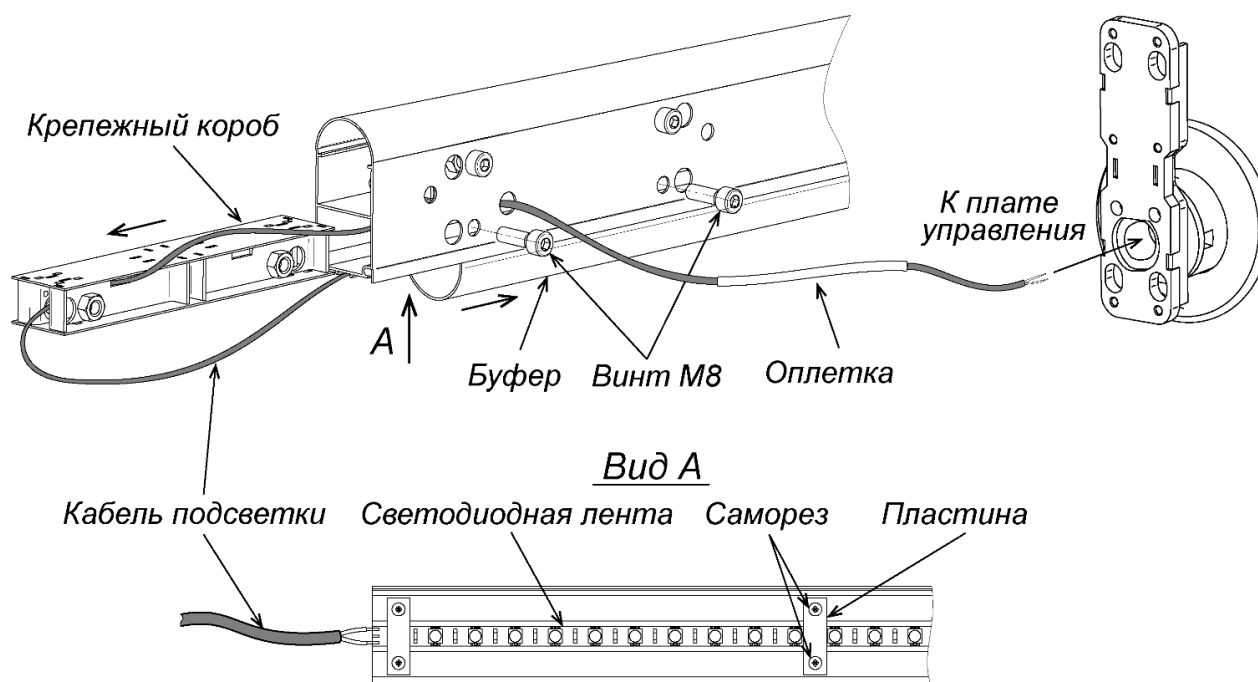
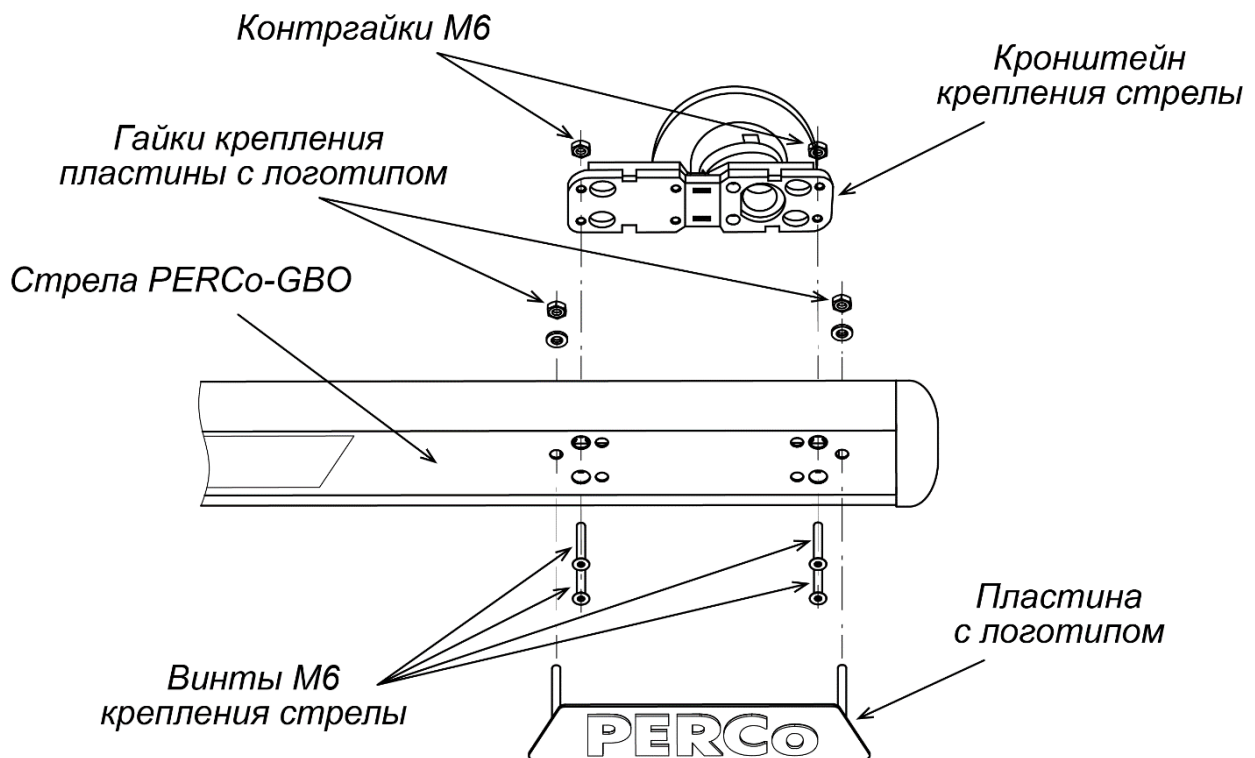

Рисунок 15. Монтаж подсветки стрелы PERCo-GBO
Рисунок 16. Монтаж стрелы PERCo-GBO
Для предохранения механизма шлагбаума от сильного горизонтального воздействия на стрелу (наезда) в ее конструкции предусмотрены саморазрушающиеся пластиковые элементы. Это могут быть либо пластиковые предохранители, установленные на крепежном коробе стрелы GBO или переходной пластине стрелы GBR (см. рис. 15 и 16), либо в качестве предохранителей могут использоваться пластиковые винты М6 вместо металлических для крепления стрелы. Для замены поврежденных при наезде элементов в комплекте стрелы имеется их запас.
4. Проденьте провода светодиодной ленты 12В внутрь крепежного короба и через стрелу, как показано на рис. 15. вставьте короб обратно внутрь стрелы. Аккуратно, не повредив их, вытяните провода подсветки из отверстия в стреле и проверьте их укладку в стреле.
6. Установите в отверстие кронштейна стрелы предохраняющую оплетку, входящую в комплект поставки стрелы, как показано на рис. 15. Внутри оплетки заведите провода подсветки и установите стрелу на кронштейн (см. разд. 8.5.3). Произведите подключение проводов подсветки стрелы к контактам +12V – BOOM контактной колодки X11 согласно схеме на рис. 25, соблюдая полярность.
Для предохранения механизма шлагбаума от сильного горизонтального воздействия на стрелу (наезда) в ее конструкции предусмотрены саморазрушающиеся пластиковые элементы. Это могут быть либо пластиковые предохранители, установленные на крепежном коробе, либо в качестве предохранителей могут использоваться пластиковые винты М6 вместо металлических для крепления стрелы (см. рис. 16). Для замены поврежденных при наезде элементов (запасные идут в комплекте стрелы) необходимо будет вынуть крепежный короб из стрелы (см. рис. 15).
При помощи четырех потайных винтов М6 установите стрелу на кронштейн крепления стрелы шлагбаума (**используйте динамометрический ключ, момент затяжки – не более 1 Нм**), после чего вставьте декоративную пластину с логотипом в отверстия стрелы и зафиксируйте ее гайками (см. рис. 16).